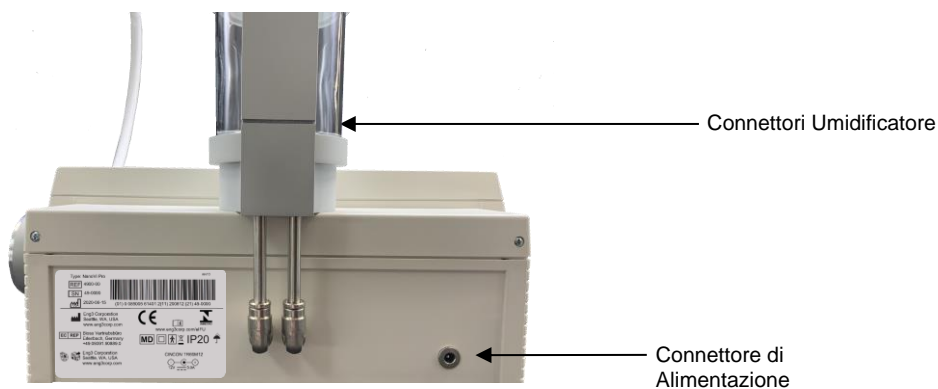

Fig. 1.2: Vista posteriore del dispositivo NanoVi®
7. Collegare il cavo di alimentazione all'alimentatore. Collegare l'alimentatore al dispositivo NanoVi®. Osservare la Fig. 1.2 per posizionare il connettore di alimentazione sul retro del dispositivo. Collegare il cavo di alimentazione alla presa elettrica.